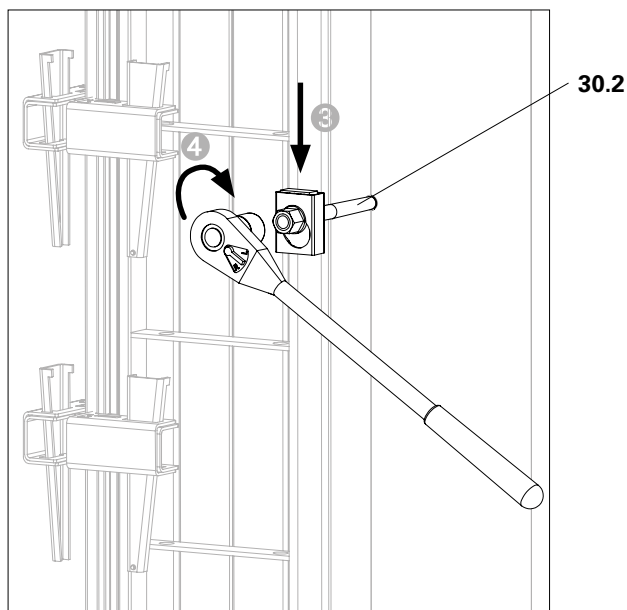

Fig. A6.14
(Fig. A6.14)
4. Serrare il tirante UNO Plus (30.2) con una chiave inglese o una chiave a cricchetto SW 30. (Fig. A6.14)